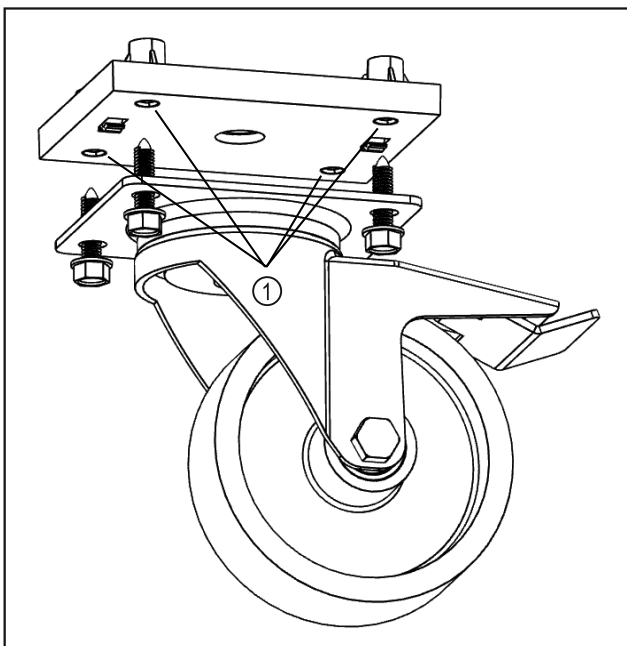

Fig. 9
- ▶ Монтувати опціональні колеса на вказаних місцях. Fig. 9 (1)